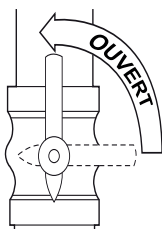

Fig. 15 – Robinet ouvert
9. Ouvrez le robinet de gaz externe. Consultez la Fig. 15.